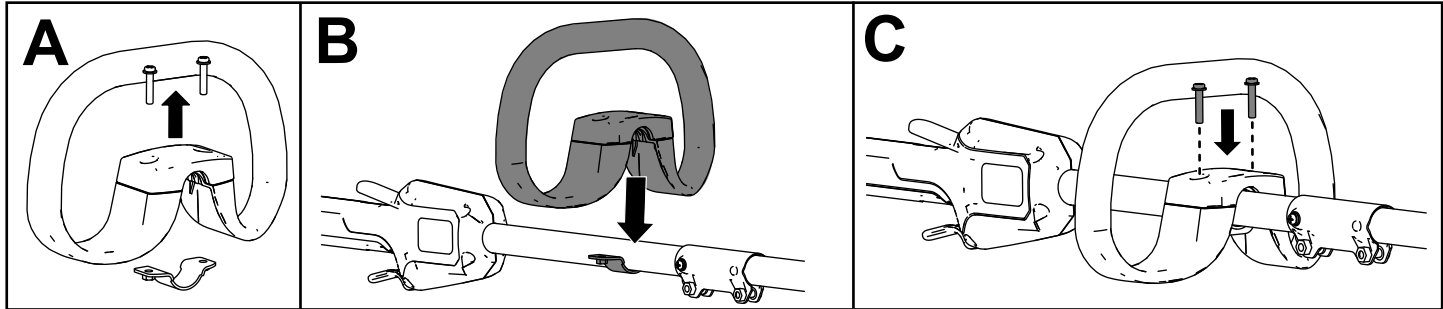

Figura 4
1. Usando un destornillador Phillips, retire los 2 tornillos y separe la empuñadura auxiliar de la abrazadera (Figura 4, A).
2. Alinee la empuñadura auxiliar con la abrazadera en el mango de la desbrozadora (Figura 4, B).
3. Sujete la empuñadura auxiliar a la abrazadera con los 2 tornillos que retiró anteriormente (Figura 4, C).
3. Sujete el protector a la base de la desbrozadora con los 2 tornillos, las 2 arandelas y los 2 espaciadores que retiró anteriormente (Figura 4, C).